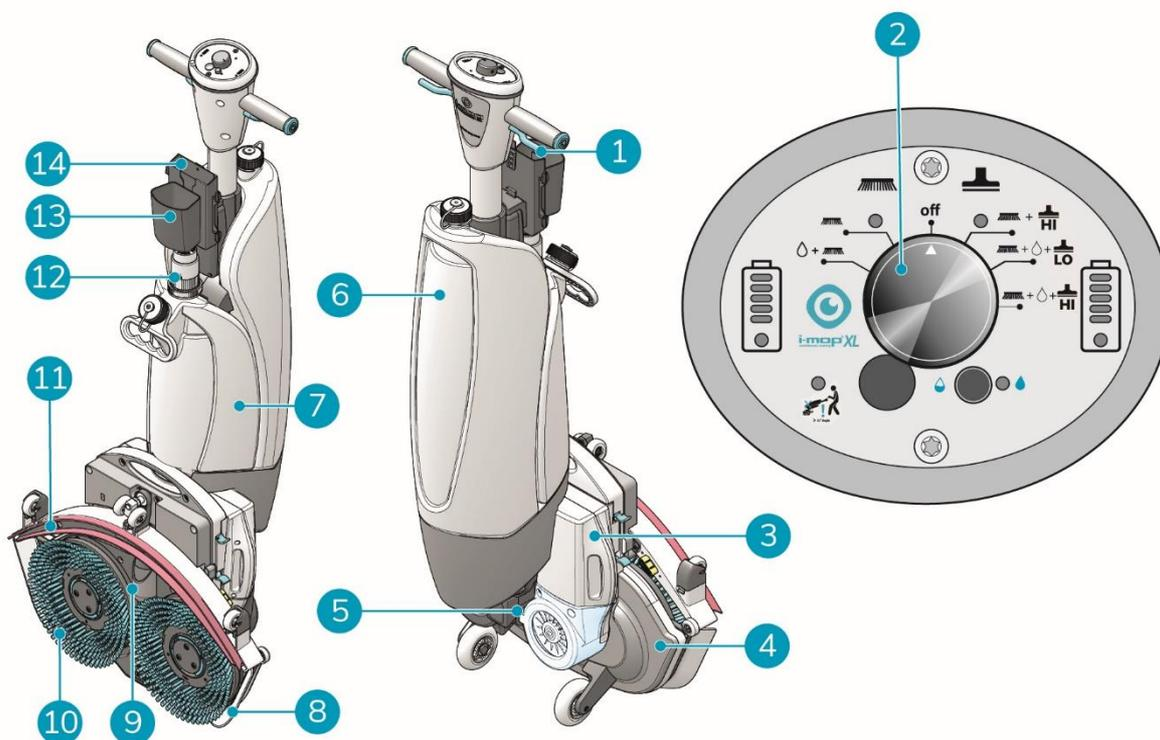

Figura 5
4. A questo punto è possibile sollevare lentamente la lavasciuga pavimenti fino a quando non si trova in posizione verticale sulle ruote anteriori (Figura 5, pos. 4). Guidare il corpo verso il piano di lavoro finché non scatta in posizione di riposo.